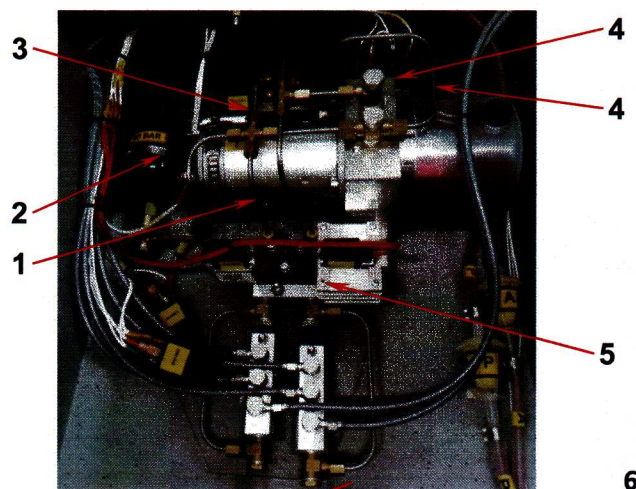

Fig. 7.5-2 Unité hydraulique
Le système hydraulique se compose d'une unité hydraulique située sous le siège du co-pilote et de vérins hydrauliques qui permettent la rentrée et la sortie des jambes du train d'atterrissage (fig. 7.5-2). La pompe hydraulique (1) fournit la pression qui est envoyée vers l'accumulateur hydraulique (2), la valve de retour (3), les capteurs de pression (4) et le distributeur 4-voies 3-positions (5). Les capteurs de pression contrôlent la pression du liquide hydraulique dans le système pour déclencher ou arrêter la pompe. Le distributeur 4-voies 3-positions dirige le liquide hydraulique vers les boîtiers de distribution (6) à partir desquels le liquide part vers les vérins en fonction de la position de la commande de train. En cas de panne électrique la valve de retour (3) fait chuter la pression dans le circuit et la sortie en secours est assurée par le poids des jambes de train et l'action des vérins à gaz.